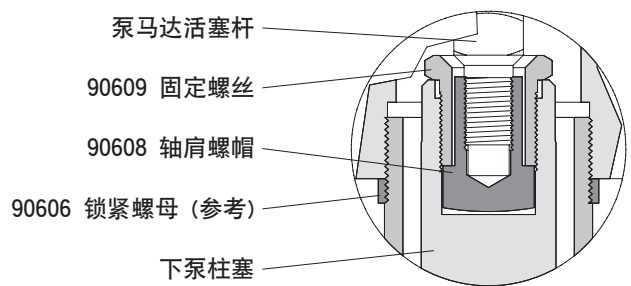

图 2
1. 松开(90606)锁紧螺母, 将整台泵从气动马达上旋开。这将会使(90609)固定螺丝暴露在外 (参看图2)。
1. 将(90609)固定螺丝滑到超过气动马达杆 (参看图2)。